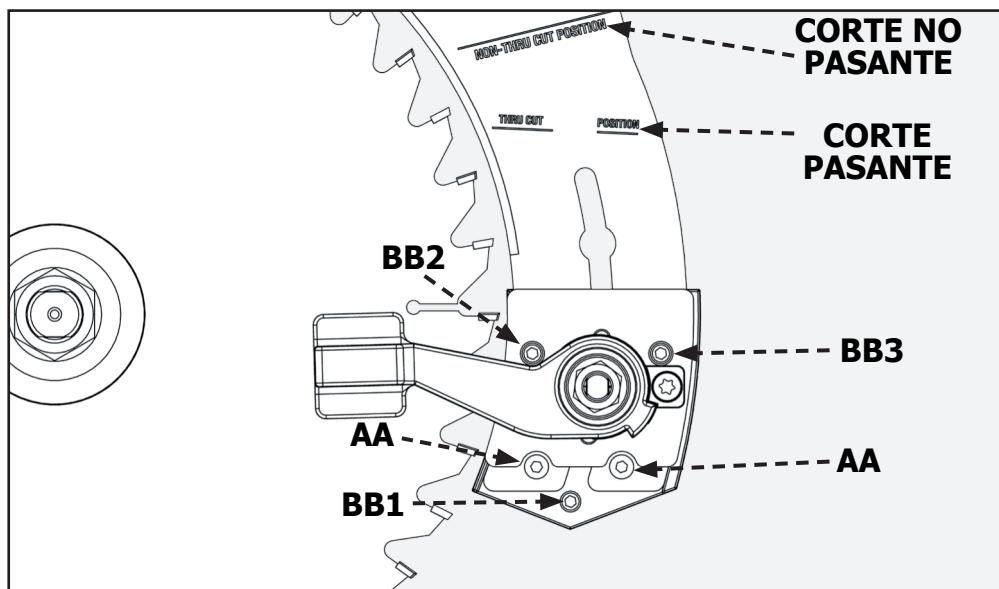

FIGURA 37
**NOTA:** El separador se ubica en esta posición para los cortes "NO PASANTES" y además en esta posición cuando se lo empaqueta para el envío. Apunte a la ubicación para la POSICIÓN PASANTE como se muestra en la Figura 37. (El operador deberá ajustar el separador en esta posición cuando realice los cortes "PASANTES").